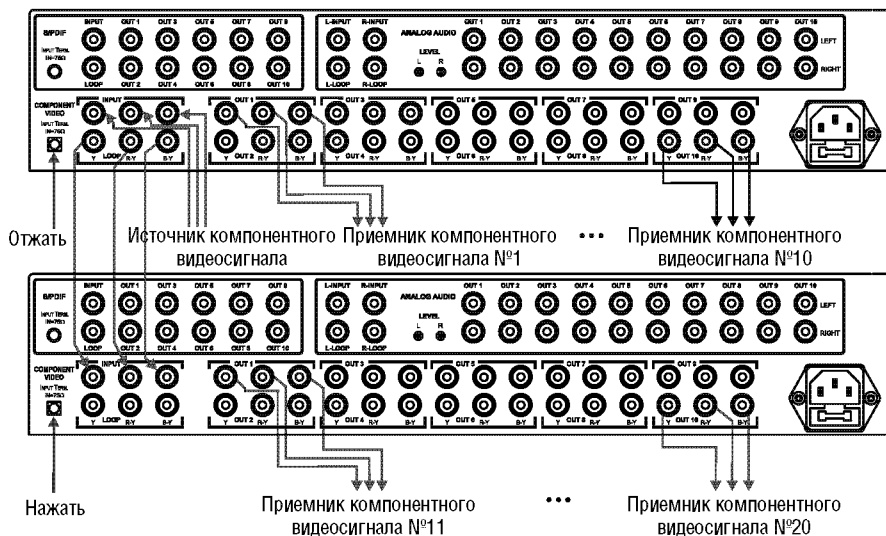

Рис. 5. Объединение нескольких VM-100CA в систему
Для построения системы распределения сигнала с большим числом выходов можно объединить несколько приборов **VM-100CA**. На рис. 5 представлен пример объединения двух **VM-100CA** в усилитель-распределитель 1:20 (подключение источников и приемников аудиосигнала не показано).
6. Вставьте сетевые шнуры (не показаны на рис. 5). Включите питание усилителей-распределителей, источников и приемников сигнала.